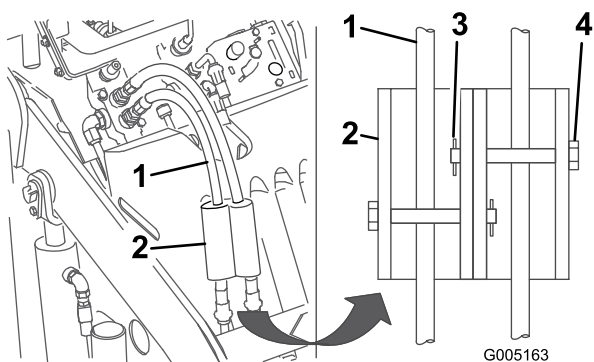

Figure 21
7. Montez les dispositifs de verrouillage sur les flexibles hydrauliques, et fixez-les en position à l'aide des axes de chape et des goupilles fendues (Figure 21).